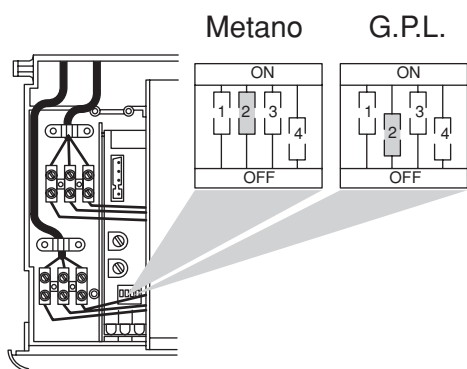

fig. 6
- 8) Rimuovere il coperchio copri morsetti del pannello comandi e azionare il selettore di funzione n° 2 in relazione al gas previsto (fig.6).